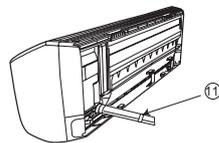

图7
(1) 当要把铜管从后面引出时，将铜管、排水管和连接电缆一起用附件①胶带绷紧。(图7)